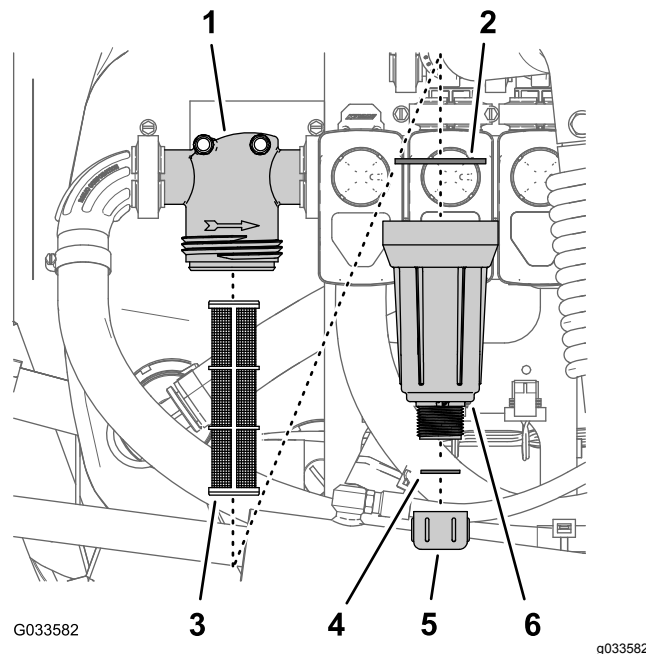

Figura 106
2. Alinhe um recipiente de escoamento debaixo do filtro de pressão (Figura 106).
3. Rode a tampa de drenagem no sentido contrário ao dos ponteiros do relógio e retire-a do recipiente do filtro de pressão (Figura 106).
4. Rode o recipiente no sentido contrário ao dos ponteiros do relógio e retire a cabeça do filtro (Figura 106).
5. Retire o elemento do filtro de pressão antigo (Figura 106).
6. Verifique a junta do tampão de drenagem (localizado no interior do recipiente) e junta do recipiente (localizado no interior da cabeça do filtro) e veja se há danos e desgaste (Figura 106).
7. Instale o novo elemento do filtro de pressão na cabeça do filtro (Figura 106).
8. Instale o recipiente na cabeça do filtro apertando à mão (Figura 106).
9. Enrosque a tampa de drenagem na união na parte inferior do recipiente e aperte bem a tampa à mão (Figura 106).